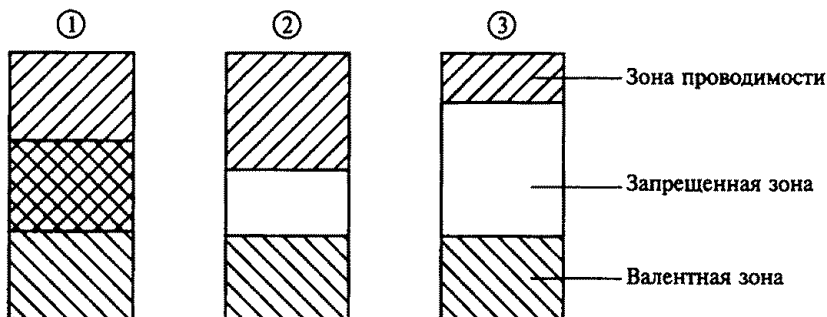

Рис. 181
7.4. Какая из трех показанных на рис. 181 энергетических диаграмм принадлежит полупроводнику?